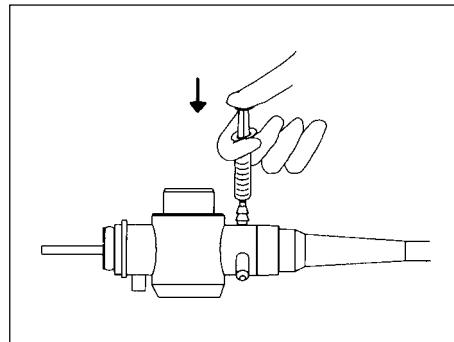

Рис. 3.23.
- 2.** Отсоедините аспирационную трубку и присоедините шприц, наполненный водопроводной водой к входу для аспирации на универсальном кабеле эндоскопа (см. рис. 3.23).